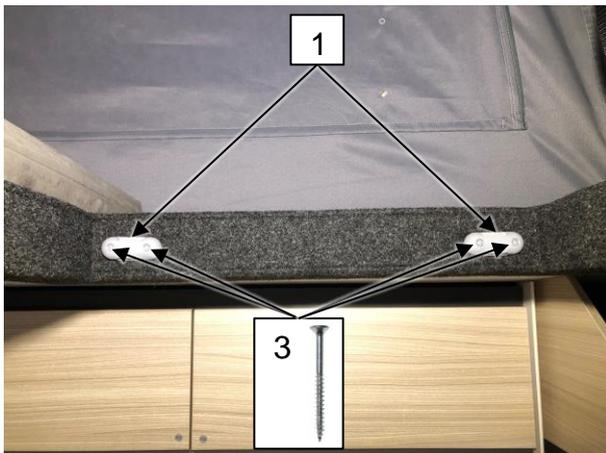

Abb. 9-1: Montage der Leiter im Fahrzeug
- Die zwei Haltebügel (s. Abb. 9-1,1) für die Leiter (2) in der Seitenwand des Dachausschnitts mit jeweils zwei Schrauben (Spannplattenschraube Senkkopf 4,5x50, 3) befestigen.
- Die Leiter oben in die Haltebügel einhängen und unten auf dem Fahrzeugboden abstellen (2).